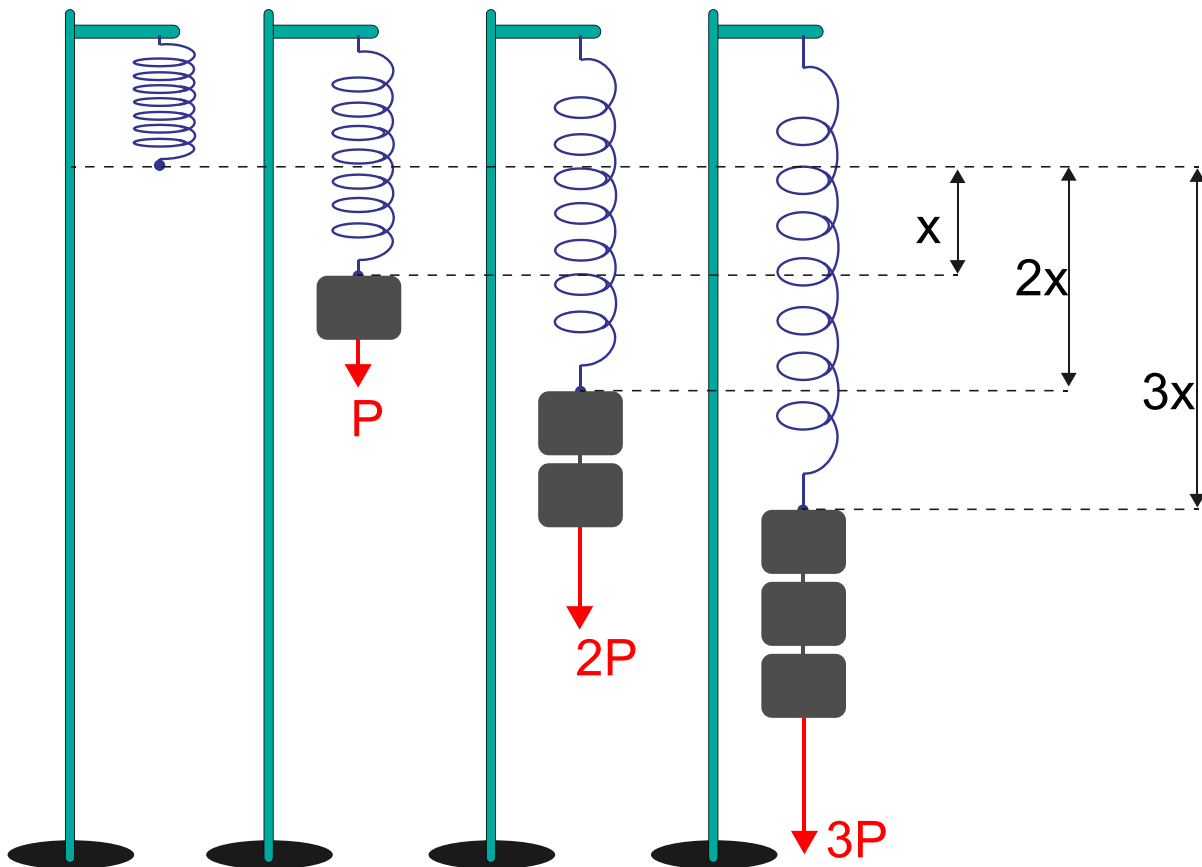

Figura 1 - Maior a força P , maior a deformação X
Note que a deformação sofrida pela mola é diretamente proporcional à intensidade da força aplicada. Sendo assim, quanto maior for a força aplicada (P), maior será a deformação da mola (x), como vemos na Figura 1.